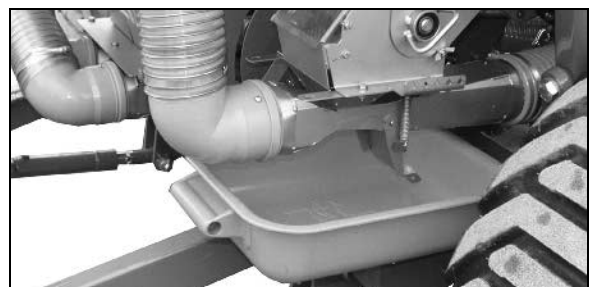

Рис. 85
- Рис. 85: Установите лоток под дозатор для удобрений.